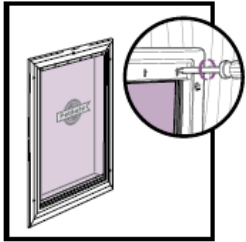

FIG. 13
1. Retire os parafusos da moldura de dentro da gateira (**Fig. 13**).